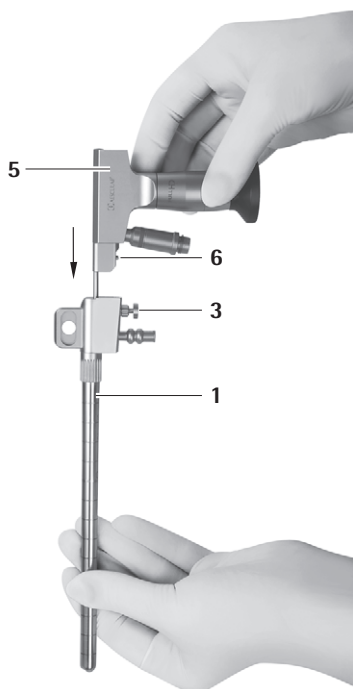

Fig. 2
- ▶ Verrouiller l'endoscope 5 dans le trocart MINOP InVent 1, voir Fig. 2.